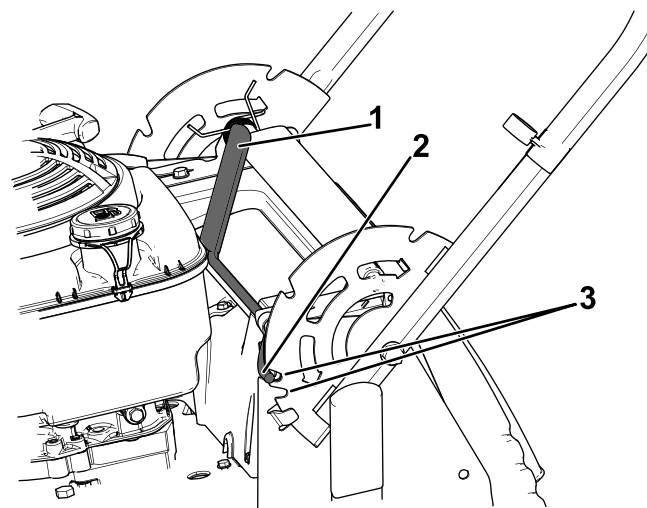

Bild 15
2. Drehen Sie den Holm und fluchten die gewünschte Kerbe in der Holmhalterung mit den Holmarretierbolzen aus, siehe Bild 15.
1. Ziehen Sie den Holmarretierhebel nach hinten, um die Holmarretierbolzen zu lösen (Bild 15).